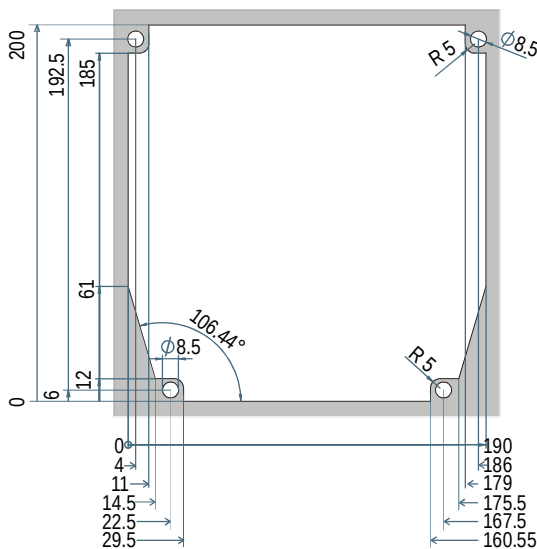

Рис. 5
1. Сделайте отверстие в панели с размерами, приведенными на Рис. 4 (упрощенно) или Рис. 5 (более точно)